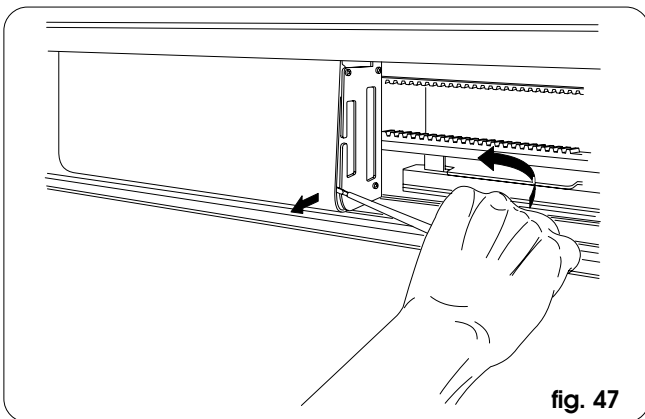

fig. 47
- Per rimuovere i coperchi di protezione dei gruppi unità di controllo SDM e trasformatore, far leva delicatamente con un cacciavite come in fig. 47. Per applicarli nuovamente, agganciarli sulla parte superiore e premere come in fig. 48.